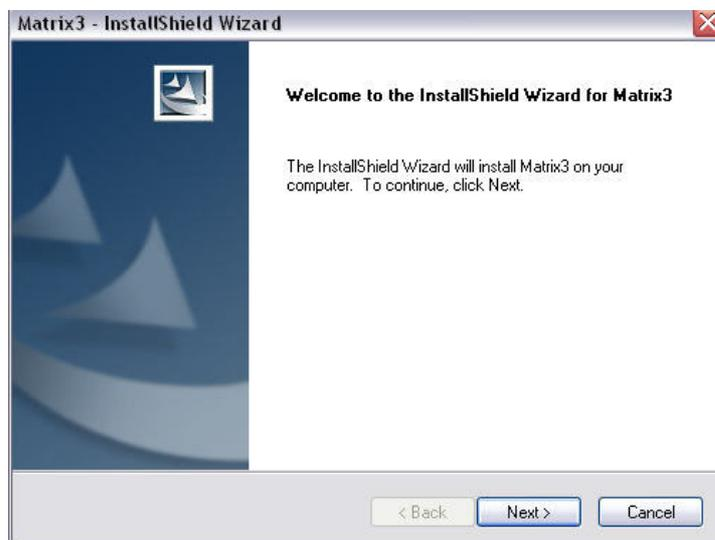

FIG. 7
8. Cliquez sur "NEXT" (Suivant) pour continuer l'installation du logiciel et aller jusqu'au "InstallShield Wizard" (Assistant d'installation) de Matrix3 (FIG. 7). Cliquez sur le bouton "BACK" (Précédent) pour revenir à un écran d'installation précédent ou "CANCEL" (Annuler) pour annuler l'installation du logiciel.
9. Cliquez sur "NEXT" (Suivant). L'"InstallShield Wizard" (Assistant d'installation) de Matrix3 commence l'installation (FIG. 7).